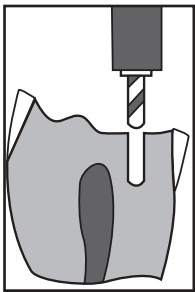

Figure 4
- Rimuovere la fresa canale mentre la fresa 3 ancora in rotazione (**Fig. 4**). Togliere i frammenti fresa e canale con uno spruzzatore ad aria/acqua.